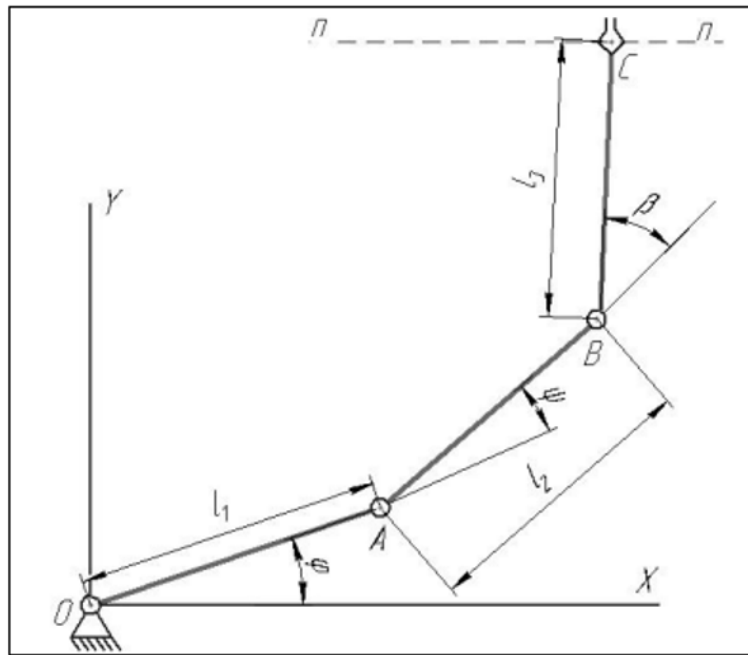

Рисунок 2 – Звенья манипулятора
5) Звенья 1-3 манипулятора перемещаются в плоскости рисунка (рисунок 2). Схват жестко связан с звеном 3, положение схвата задается координатами точки С. Обобщенными координатами являются углы поворота звеньев φ , Φ , β . Запишите уравнения, определяющие координаты схвата (т. С) согласно варианта №1 (таблица 1).
6) Звенья 1-3 манипулятора перемещаются в плоскости рисунка (рисунок 2). Схват жестко связан с звеном 3, положение схвата задается координатами точки С. Обобщенными координатами являются углы поворота звеньев φ , Φ , β . Исходя из параметров рабочей области, задать уравнение движения схвата (например, в виде $y = a$ (горизонтальная прямая), $x = b$ (вертикальная прямая), где a , b - константы) согласно варианта №1 (таблица 1).
7) Звенья 1-3 манипулятора перемещаются в плоскости рисунка (рисунок 2). Схват жестко связан с звеном 3, положение схвата задается координатами точки С. Обобщенными координатами являются углы поворота звеньев φ , Φ , β . Запишите уравнения, определяющие координаты схвата (т. С) согласно варианта №2 (таблица 1).
8) Звенья 1-3 манипулятора перемещаются в плоскости рисунка (рисунок 2). Схват жестко связан с звеном 3, положение схвата задается координатами точки С. Обобщенными координатами являются углы поворота звеньев φ , Φ , β . Исходя из параметров рабочей области, задать уравнение движения схвата (например, в виде $y = a$ (горизонтальная прямая), $x = b$ (вертикальная прямая), где a , b - константы) согласно варианта №2 (таблица 1).
9) Звенья 1-3 манипулятора перемещаются в плоскости рисунка (рисунок 2). Схват жестко связан с звеном 3, положение схвата задается координатами точки С. Обобщенными координатами являются углы поворота звеньев φ , Φ , β . Запишите уравнения, определяющие координаты схвата (т. С) согласно варианта №3 (таблица 1).
10) Звенья 1-3 манипулятора перемещаются в плоскости рисунка (рисунок 2). Схват жестко связан с звеном 3, положение схвата задается